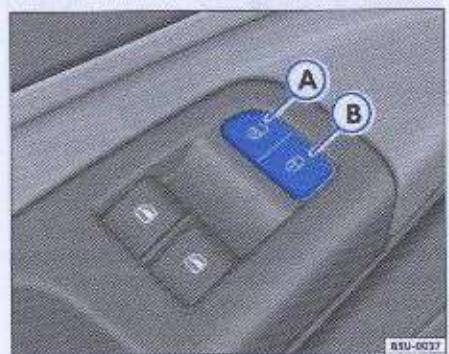

Fig. 51 Detalle del apoya-brazo de la puerta deantero izquierda: interruptor del trabado eléctrico
- Presione el interruptor del trabado eléctrico¹⁸⁾ → fig. 51 B ② ⇒ ⚠️.
- Presione el interruptor del trabado eléctrico¹⁸⁾ → fig. 51 A ②.